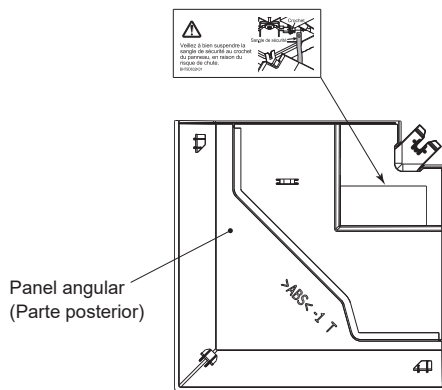

Fig. 9-12
9.6. Etiqueta en francés (Fig. 9-12)